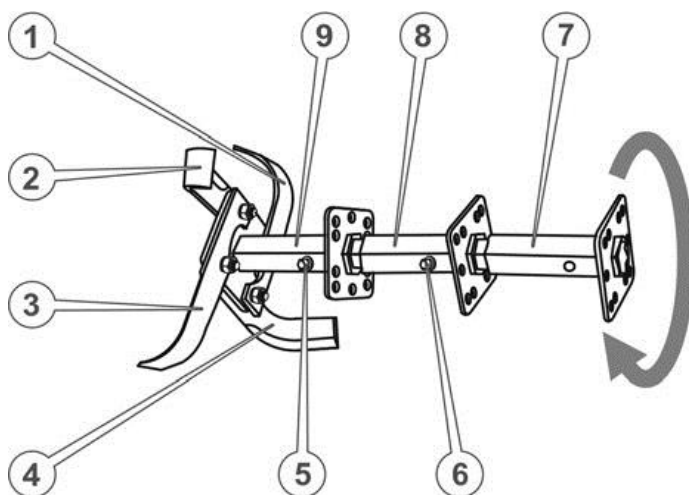
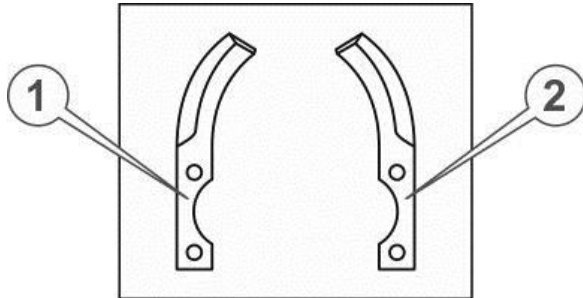

Рисунок 5.7 – Ґрунтофреза 4-секційна мотоблока МБ 2070Б
Рисунок 5.8 – Правий та лівий ножі
1. Встановити додаткову маточину ротора в шестигранний отвір основної маточини та зафіксувати, щоб уникнути можливого осьового зсуву, болтом М8х80 з плоскою і пружинною шайбою (див. рис. 5.7).
3. Взяти з комплекту ґрунтофрези по одному лівому і правому ножу (див. рис. 5.8).
4. Притулити приготовані ножі (наприклад, поз. 2 і поз. 3 на рис. 5.8) до кріпильного квадрату маточини уздовж двох суміжних сторін цього квадрата у такий спосіб, щоб квадрат опинився всередині загинів ножів, загострені частини ножів були спрямовані за ходом обертання (як зазначено стрілкою на рис. 5.7), кріпильні отвори ножів збіглися з отворами квадрата, водночас кінцевий отвір одного ножа (поз. 3) збігся із серединним отвором іншого ножа (поз. 2). Утримуючи ножі в такому положенні вставити в отвір болт, надіти шайби й наживити гайку.